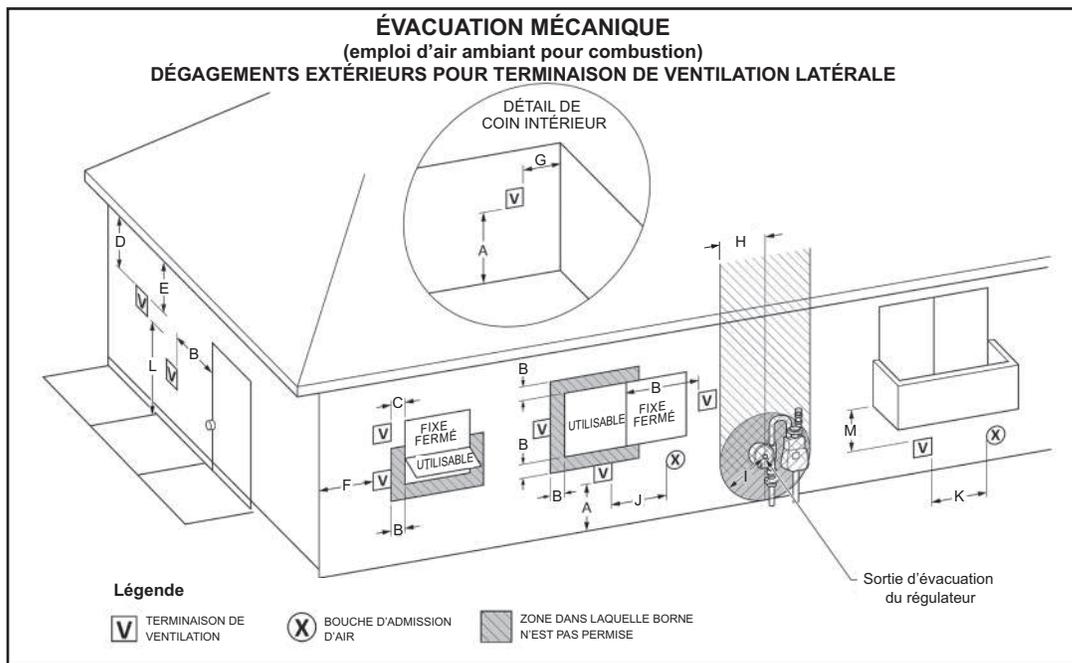

FIGURE 18A
1. Pour installer uniquement la tuyauterie de la ventilation (évacuation) dans une configuration de ventilation à air pulsé à travers une paroi latérale, s'assurer que toutes les exigences de dégagements latéraux extérieurs pour la terminaison, illustrées à la Figure 18A à la page 20, sont bien maintenues. Ces dégagements et ceux cités par les codes locaux et nationaux doivent être maintenus.